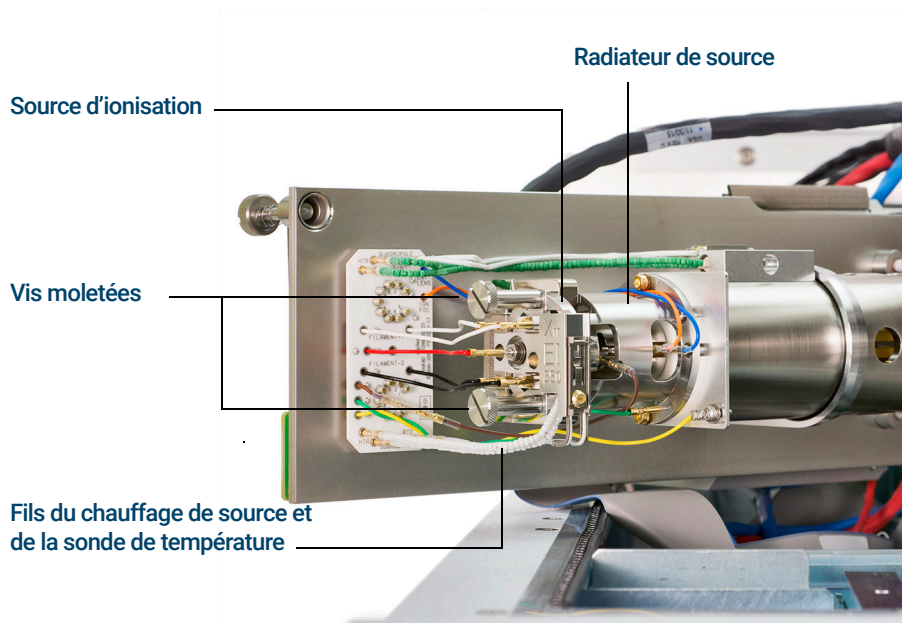

Figure 63. Installation de la source EI XTR ou HydroInert sur un MS de la série 7000E
- 3 Glisser la source dans le radiateur. (Voir **Figure 63** page 215.)
- 4 Installer les vis moletées et les serrer à la main. Ne pas serrer les vis moletées trop fort. (Voir **Figure 63** page 215.)